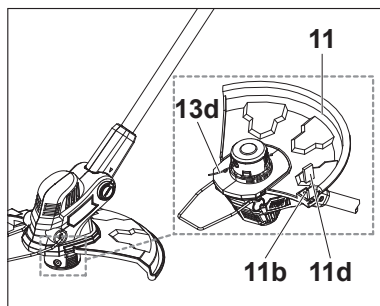

Fig. 20
Como su nombre indica, la guarda de protección (11) protege al usuario del impacto de posibles objetos que pudieran salir despedidos por la acción de la herramienta. La guarda incorpora una cuchilla (11b) diseñada para cortar el hilo de corte (13d) y mantenerlo a su longitud ideal (Fig. 20)